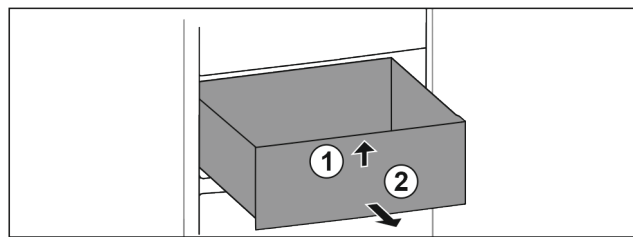

Fig. 71
- Schubfach vorne anheben. Fig. 71 (1)
- Schubfach nach vorne entnehmen. Fig. 71 (2)